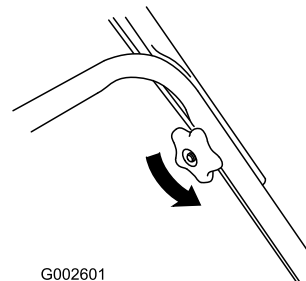

Figura 51
6. Allentare le manopole della stegola finché non è possibile muovere liberamente la stegola superiore (Figura 51).